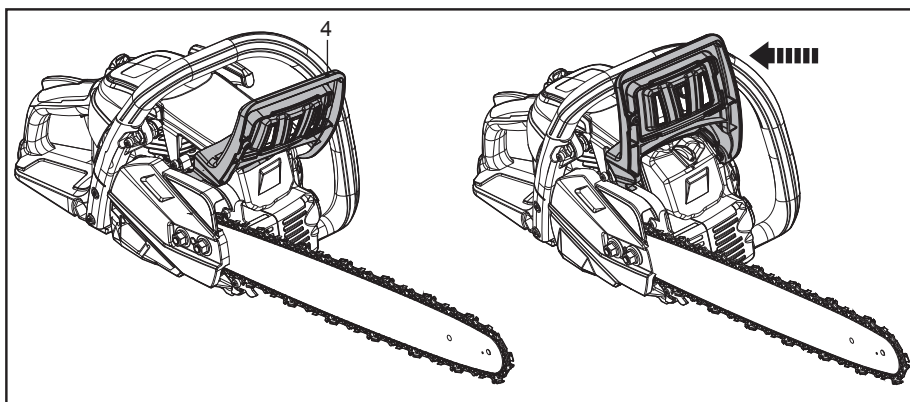

Fig. 1
1. Trage de apărătoarea frontală pentru mâini (4) înapoi pentru a decupla frâna de lanț (Fig. 1).